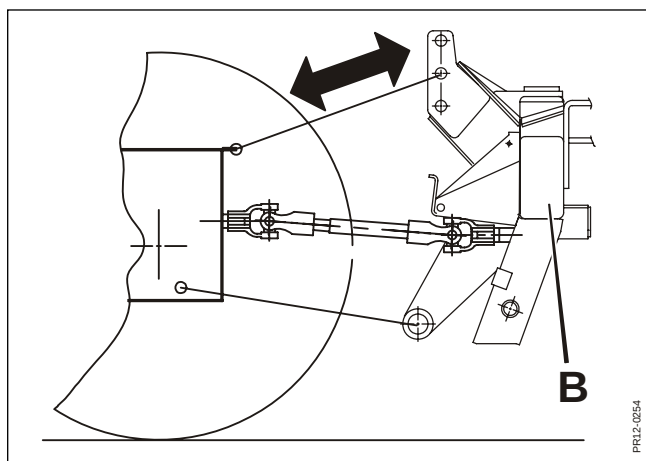

Fig. 2-15
- Fig. 2-15** 10) Maskinen sänks ner till arbetsläge och toppstångens längd justeras, så att bärramen **B** står lodrät.